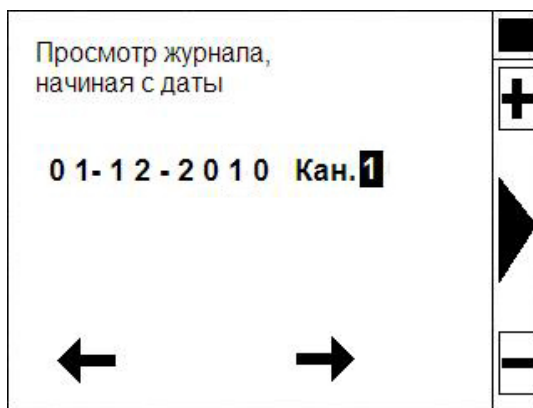

Рис. 9 – Экран ЖКИ в режиме «Выбор начальной даты показа журналов»
3.4.5.1 После активации строки «Журналы» в «Главном меню» на экране появляется табличка «Выбор начальной даты показа журналов» (Рис. 9).